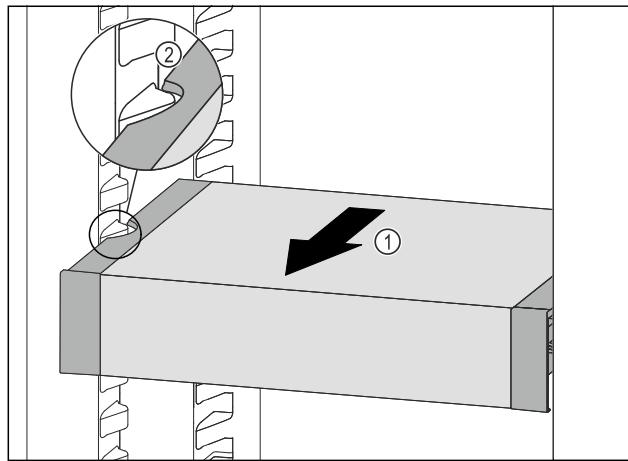

Fig. 113
- Потягнути VarioSafe вперед Fig. 113 (1), поки бокові заглиблення VarioSafe не опиняться на рівні ребра для ємності в охолоджувальному відділенні. Fig. 113 (2)